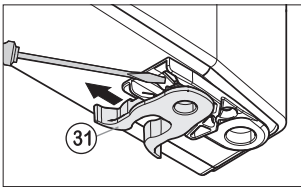

Fig.5
- Permuter la pince élastique Fig. 5 (31): appuyer sur l'ergot puis retirer la pince élastique.